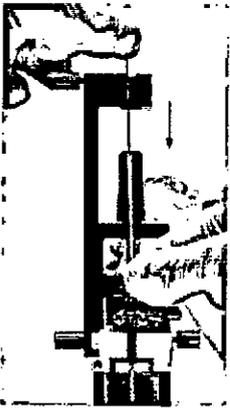

Figura 83
27. Inserte la guía preajustada al tubo de inserción. (Ver Figura 83)